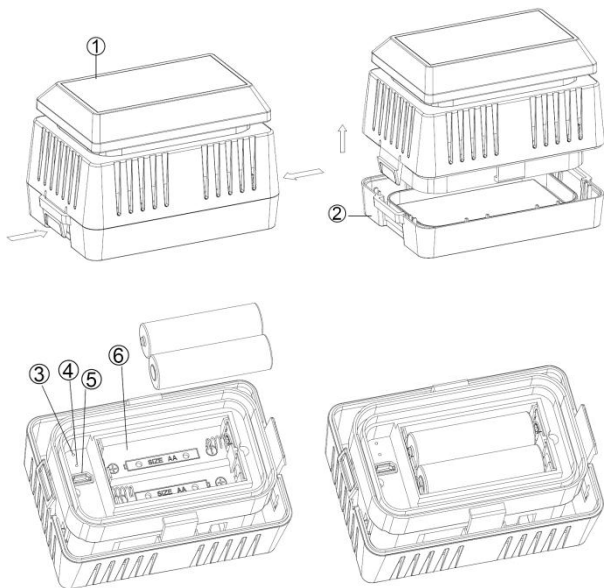

Abbildung 1
1. Entfernen Sie die Batterieabdeckung unten am Luftqualitätssensor wie in Abbildung 1 gezeigt